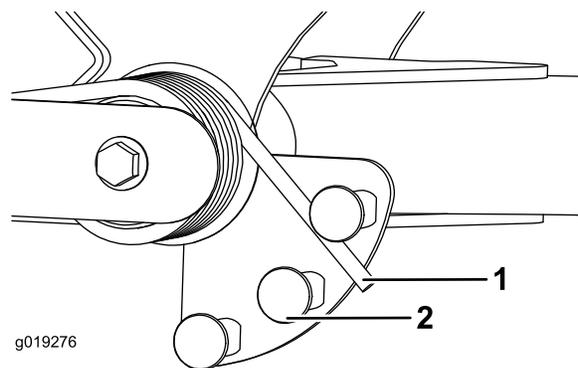

Figura 33
2. Inserite un tubo o un oggetto simile sull'estremità della molla lunga e giratelo attorno all'attuatore della molla nella posizione desiderata (Figura 33).